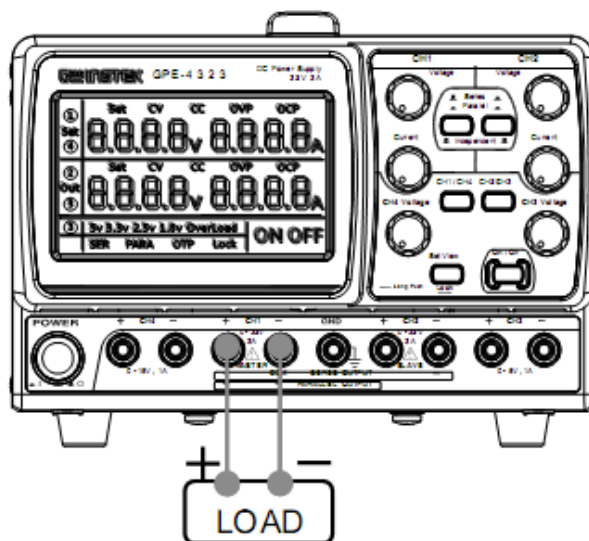

Рис. 6.5. Подключение нагрузки в параллельном режиме
- Проверить полярность подключения. Подсоединить к выходным клеммам внешнюю нагрузку в соответствии с рис. 6.5.